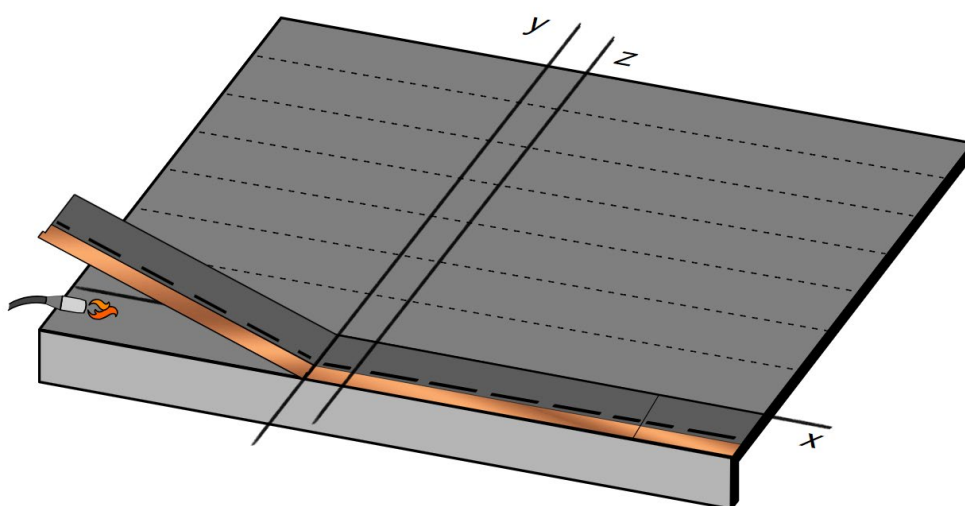

Fig. 16 - Installazione fila di partenza a fiamma
- Fissare le tegole della fila di partenza alla membrana usando la fiamma del cannello e sollevando un lato della tegola per volta, con apposito strumento. Orientare la fiamma verso la membrana, in modo da portare a fusione solo quest'ultima. La parte retrostante della tegola sarà portata solo in temperatura – vedi Fig. 16. Abbassare quindi la tegola canadese e premere la stessa (ad esempio facendo pressione con un piede), per aiutare la compenetrazione dei bitumi dei due elementi: tegola e membrana.